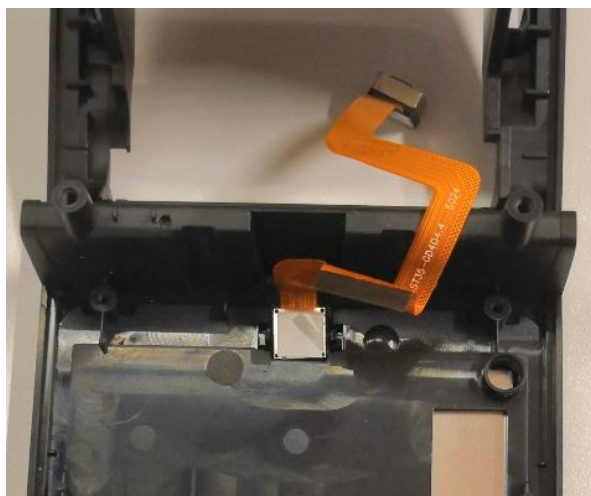

Рисунок 33. Демонтаж камеры.
2. Установить камеру нижнюю в пазы корпуса верхнего и подтянуть фиксаторы пластиковой лопаткой. (**Рисунок 33**).